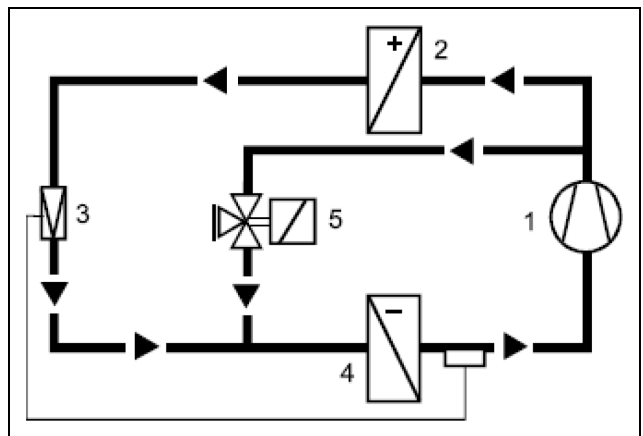

Fig. 43: Circuito frigorifero con valvola bypass gas caldo (HGBP)
Per regolazione by-pass del gas caldo si intende il passaggio con una linea di deviazione regolabile dal lato alta pressione al lato bassa pressione (vedere il circuito frigorifero P+ID), con alimentazione tra la valvola di espansione e l'evaporatore (fig. 43).
Nella linea di derivazione la valvola di regolazione (fig. 43, pos. 5) rimane chiusa in caso di elevato carico frigorifero. Il chiller fornisce quindi la massima potenza. Se il consumo di energia diminuisce, tramite il controller la valvola HGBP viene aperta costantemente. Il gas caldo scorre ora attraverso la linea di derivazione verso l'ingresso dell'evaporatore (fig. 43, pos. 4). Qui viene miscelato e raffreddato con il refrigerante che proviene dalla valvola di espansione. La miscela evapora parzialmente già nella condotta di alimentazione verso l'evaporatore. In tal modo la temperatura dell'evaporatore aumenta a sua volta e di conseguenza il carico frigorifero diminuisce. Il surriscaldamento del gas di aspira-